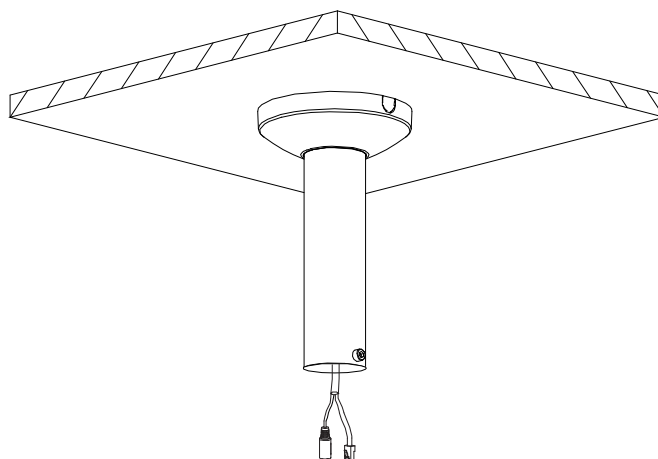

Рисунок 4.5 – Монтаж
7. Произведите крепление декоративной накладки D54 из комплекта поставки (Рисунок 4.5).